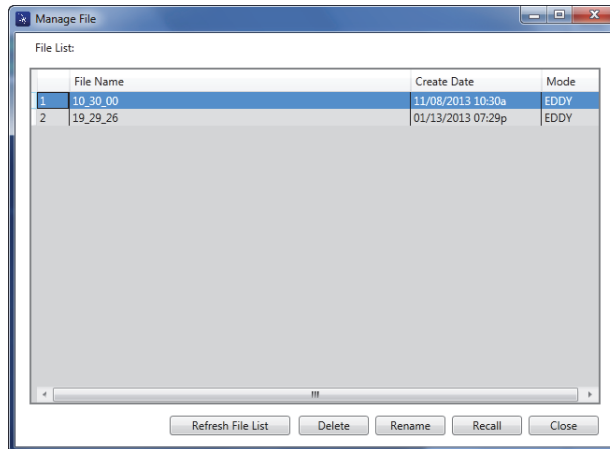

Figura 7-17 Caixa de diálogo File Manager
A caixa de diálogo **File Manager** aparece (veja Figura 7-17 na página 209).
1. Na caixa de diálogo **File Manager**, escolha o arquivo a ser excluído e, em seguida, clique em **Delete** (veja Figura 7-17 na página 209).
1. Na caixa de diálogo **File Manager**, escolha o arquivo a ser renomeado e, em seguida, clique em **Delete** (veja Figura 7-17 na página 209).
1. Na caixa de diálogo **File Manager**, escolha o arquivo a ser recuperado e, em seguida, clique em **Delete** (veja Figura 7-17 na página 209).
- ◆ Na caixa de diálogo **File Manager**, clique em **Refresh File List** (veja Figura 7-17 na página 209).